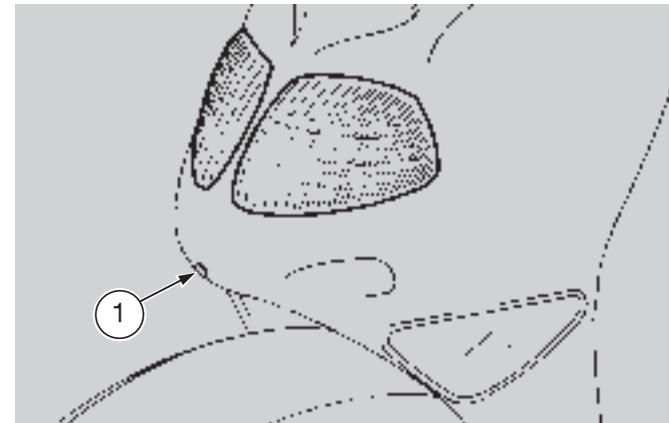

Abb. 48
- ◆ Die entsprechende Schraube (1-Abb. 48) mit einem Schraubenzieher drehen.